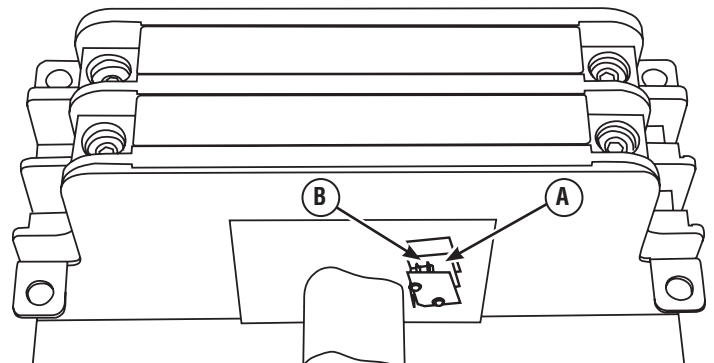

Figure 13 - Connexions au microcontact A4
2. Connectez l'extrémité en cosse à fourche de 3/16 po de l'assemblage de fil A (207022AGS) au contact NC du microcontact A4 du commutateur (Figure 13, A).
5. Connectez l'extrémité en cosse à fourche de 3/16 po de l'assemblage de fil B (207022BGS) au contact NC du microcontact A4 du commutateur (Figure 13, B) et l'extrémité en cosse en anneau au porte-fusible (FH1).